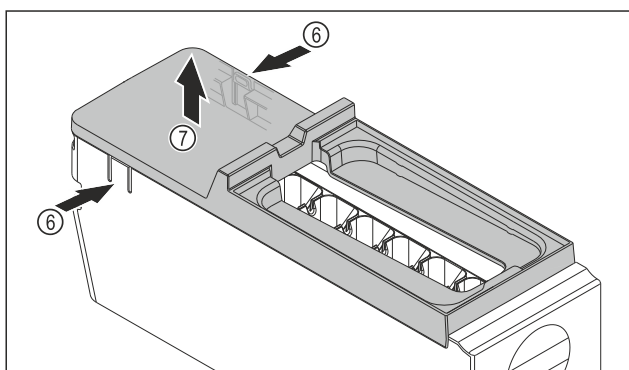

Fig. 80
- ▶ Ta bort skyddet på EasyTwist-Ice-enheten: Tryck på skenorna Fig. 80 (6) på båda sidor av EasyTwist-Ice-enheten med en hand.
- ▶ Ta bort skyddet Fig. 80 (7) uppåt med andra handen.